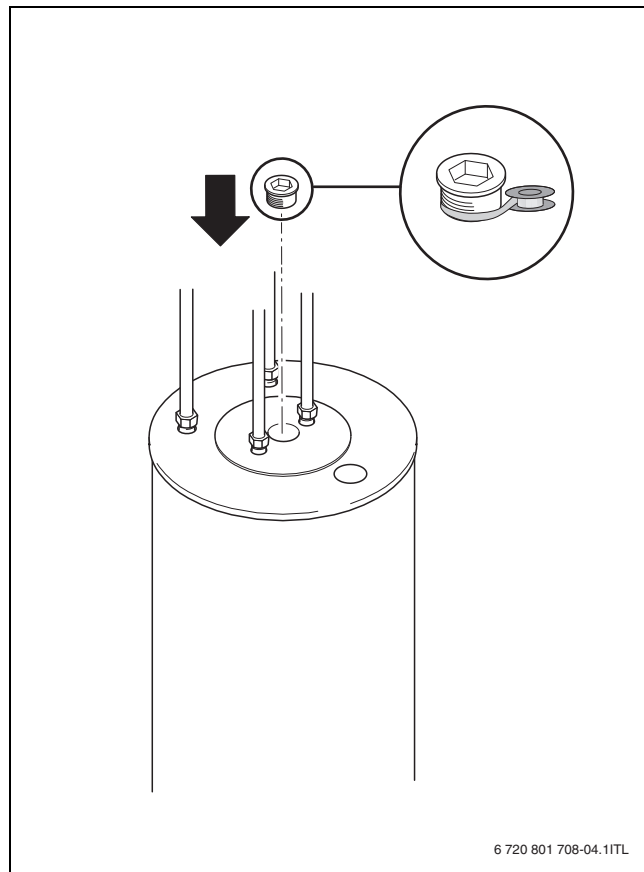

Fig. 16
- ▶ Заверните пробку контрольного отверстия с новым уплотнением (→ рис. 16, стр. 54).